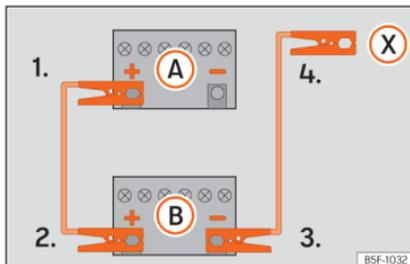

Abb. 43 Anschlusschema für Fahrzeuge ohne Start-Stopp-System.
zeugs mit der entladenen Fahrzeugbatterie (A) »» Abb. 43.
3. Klemmen Sie das andere Ende des roten Starthilfekabels an den Pluspol (+) des Strom gebenden Fahrzeugs (B).
- 4a. Bei Fahrzeugen ohne Start-Stopp-System: klemmen Sie ein Ende des schwarzen Starthilfekabels an den Minuspol (-) des stromgebenden Fahrzeugs (B) »» Abb. 43.